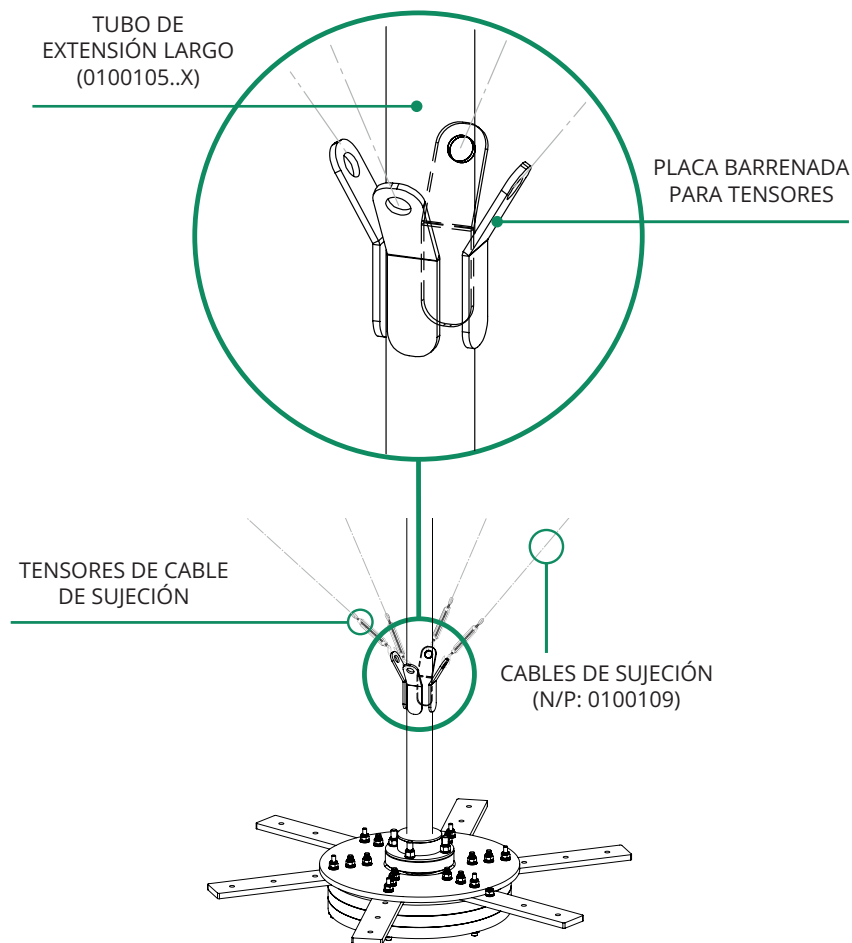

Fig. 15.3
15.3 Pasar el cable a través del ojillo del tensor y asegurarlo usando 2 nudos de sujeción (N/P: 01001092) y asegurar el gancho del tensor al barreno en la placa que se encuentra en el bastidor. Fig. 15.3